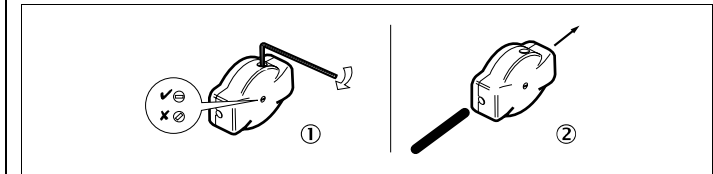

Abb. 8: Einstellen der Spannrolle
- Rastschraube an Spannrolle waagrecht stellen (Abb. 8, ①) und Seil durch Spannrolle hindurchschieben (Abb. 8 ②).